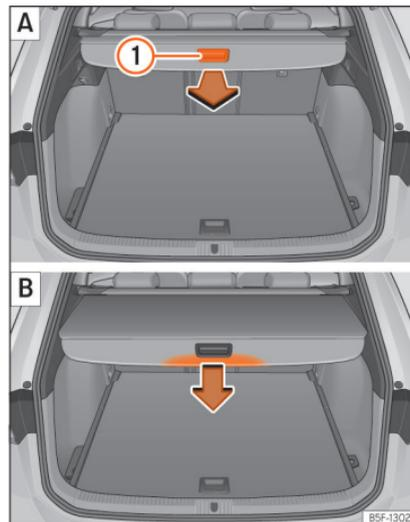

Fig. 128 Na bagageira: desenrolar e enrolar a chapeleira.
- Puxe uniformemente a chapeleira pela pega »» Fig. 128 ① [A] para trás e retire-a até ao limite até ouvir o som de encaixe.
- Pressione a pega da chapeleira no sentido da seta até desbloqueá-la »» Fig. 128 [B].